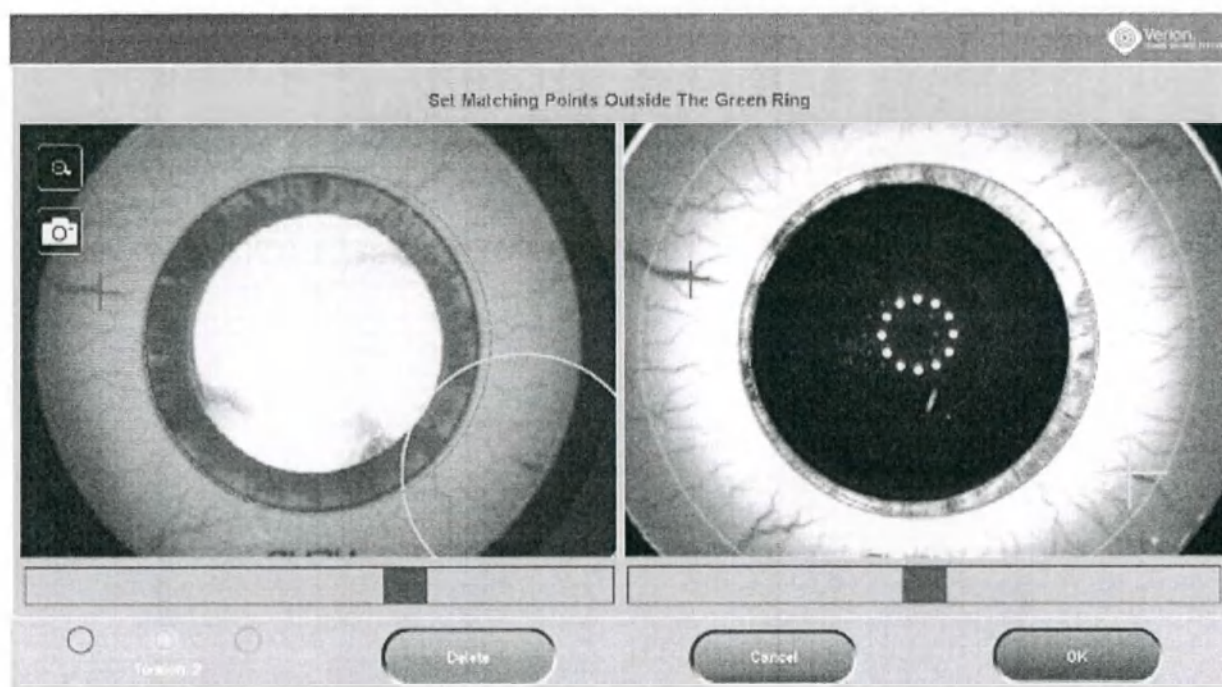

Рисунок 95. Параллельный режим, отмеченный ориентир
- Затем отметьте ориентир на другом изображении. Теперь ориентир отмечен на обоих изображениях крестиком одинакового цвета, как показано на Рисунок 95.